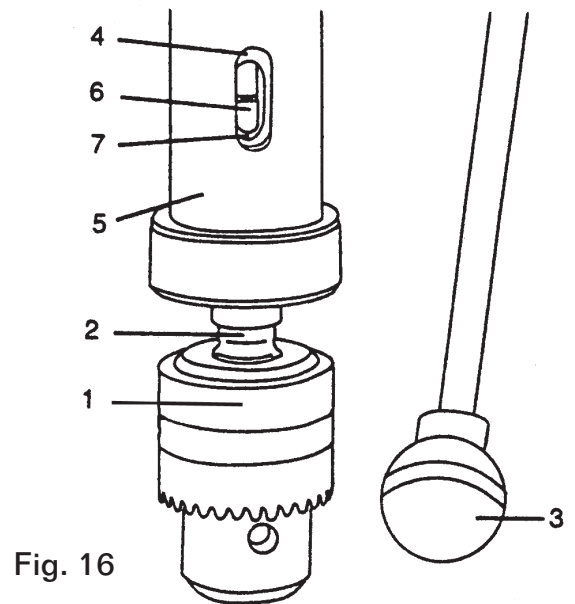

Fig. 16
2. Empuje el broquero (1) al husillo del árbol (2). Péguelo suavemente para asegurarse que entre. (Fig. 16)
3. Baje el husillo (2) utilizando los mangos de alimentación (3) en sentido contrario a las manecillas del reloj hasta que la ranura (4) aparezca en la canilla (5). (Fig. 16)
4. Empuje el broquero y el husillo del árbol contra el husillo, asegurándose que la espiga (6) (la parte angosta superior del husillo del zanco del árbol) este empataada y asegurada en la ranura interior (7) del husillo. Esto se puede ver a través de la ranura exterior (4) de la canilla al rotar el broquero y el árbol hasta que las dos ranuras estén alineadas. (Fig. 16)